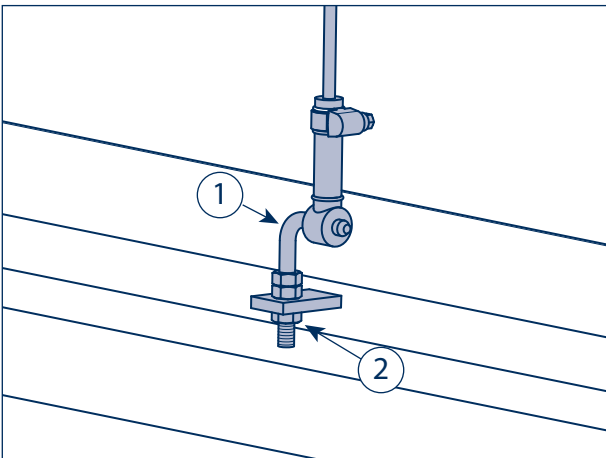

Bild 27
- [29] Anlenkung des Luftfederventils (Bild 27/1) in die Lasche einsetzen und mit Mutter (Bild 27/2) und Federring befestigen.